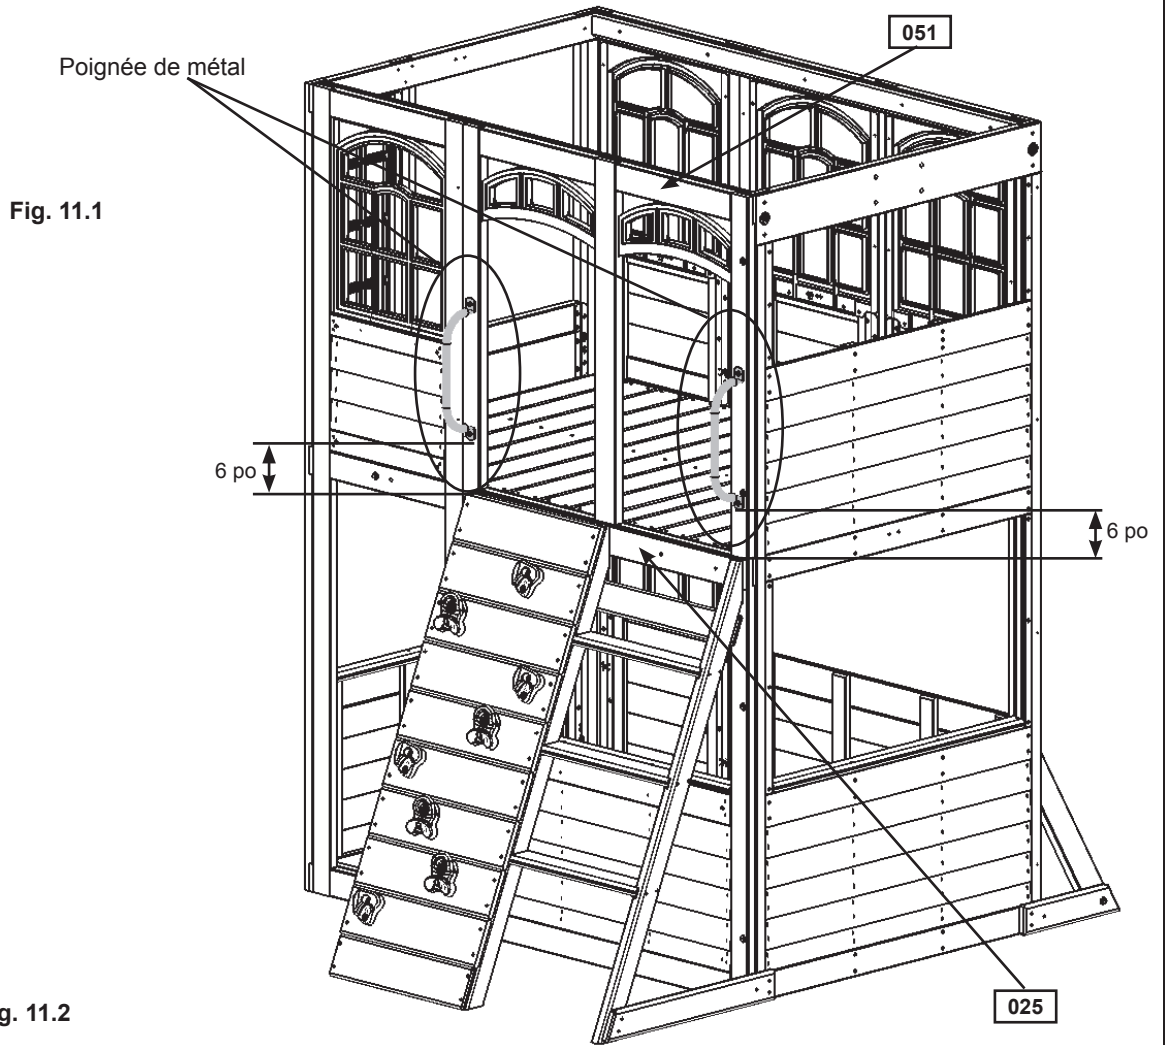

Fig. 11.1
A : À 6 po du haut du (025) support d'escalade/d'accès du (051) panneau mural avant, aux 2 endroits montrés ci-dessous, fixez 2 poignées de métal avec 2 (S6) vis à tête bombée n° 12 x 1 po (avec rondelle plate) par poignée de métal. (fig. 11.1 et 11.2)